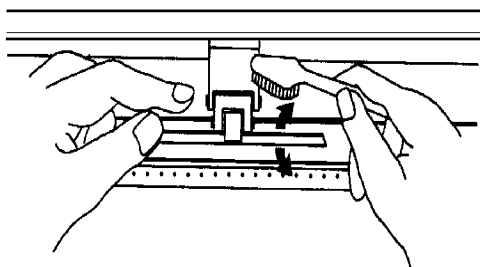

图 6-1
3. 用毛刷（牙刷亦可）清洁走纸滚筒表面的灰尘。当清洁时，用手转动走纸滚筒，若比较难去除，请用牙刷蘸去渍水清洗（图 6-1）。